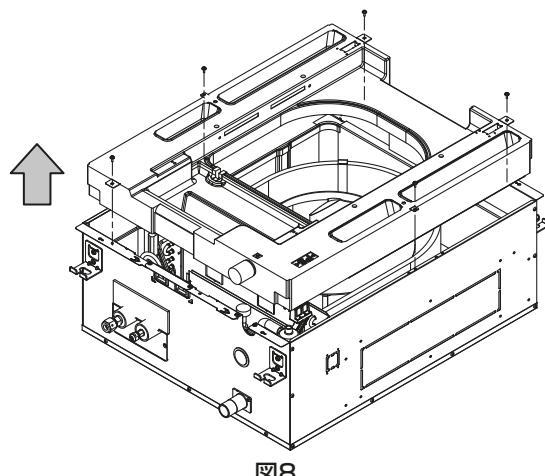

図8
2) ドレンパン固定ネジを取り外し、ドレンパンを取り外します。(ネジ5本) (図8)